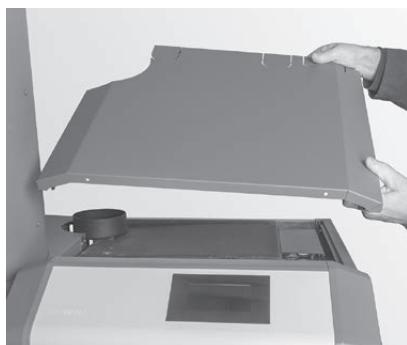

Fig. 118 Rimuovere il coperchio del rivestimento
- ▶ rimuovere il coperchio del rivestimento – Fig. 118.